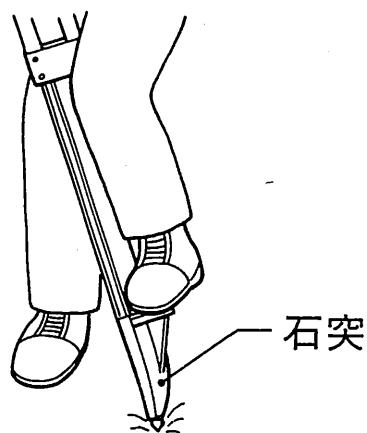

図3.2
- 4) 脚頭をほぼ水平にしてから、石突を踏み込み、三脚をしっかりと据え付けます。 (図3.2)